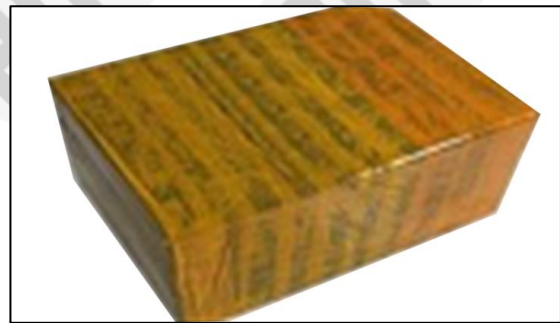

Figura 3
**Embalaje de express internacional:** envuelto en película protectora negra y luego envuelto con cinta amarilla impermeable como en la Figura 3